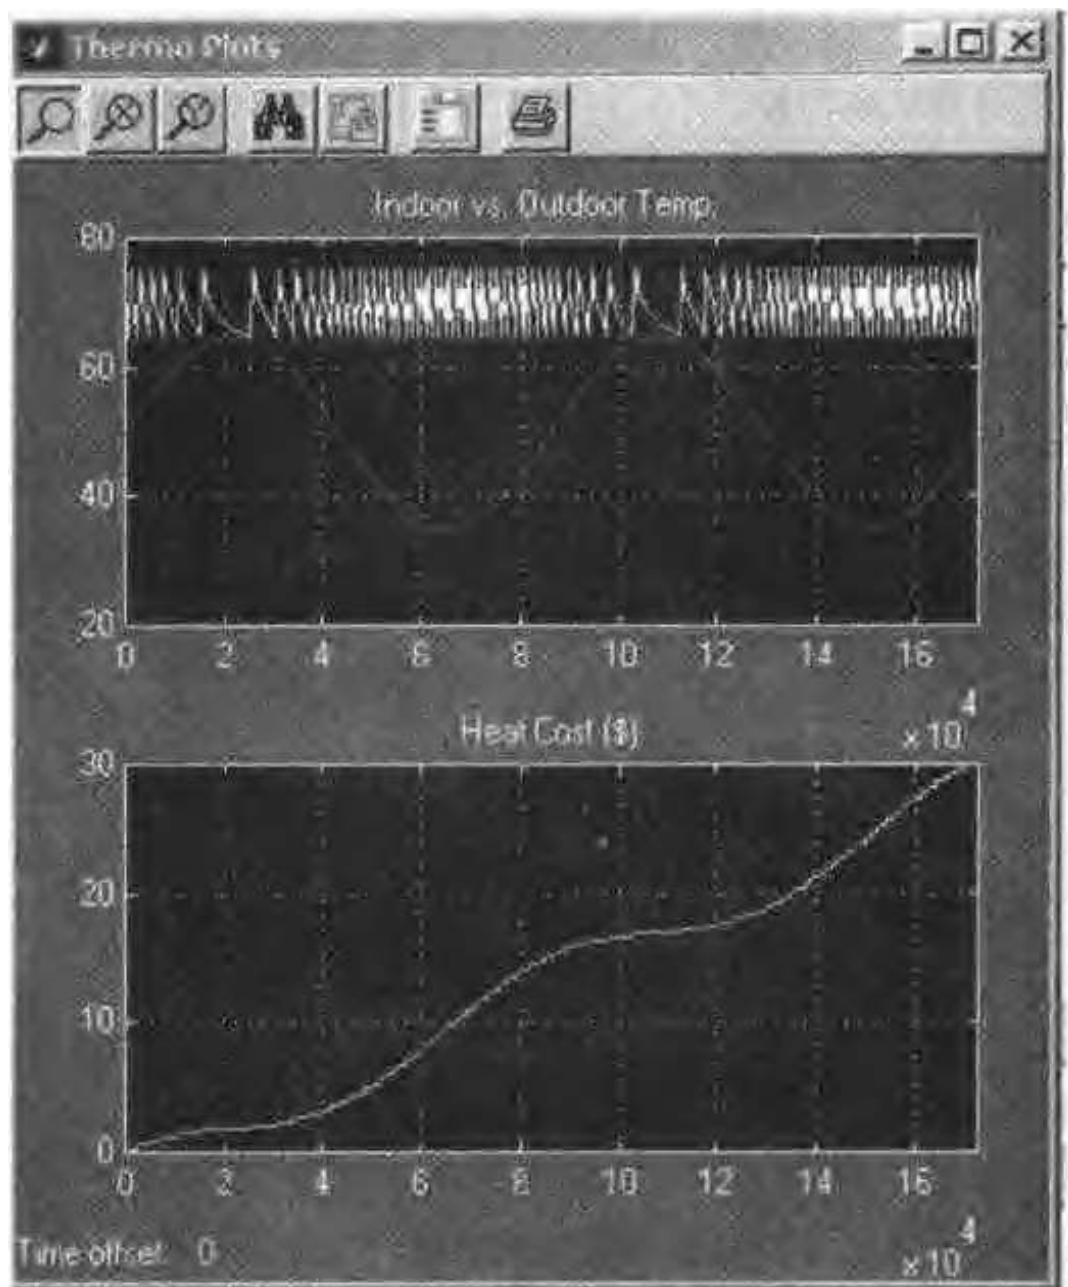

图 4-6 Scope 示意图
(1) Simulink 的 scope 模块可以提供一个或多个区域来显示信号的波形,而且用户可以改变每个信号的显示范围,放大或缩小信号的某一个局部,以及设置 scope 的其他属性。读者可以按图 4-6 所示,对 thermo plots 的坐标放大或缩小,或者是改变它的属性(见设置属性按钮),看看显示的图形会有什么变化。